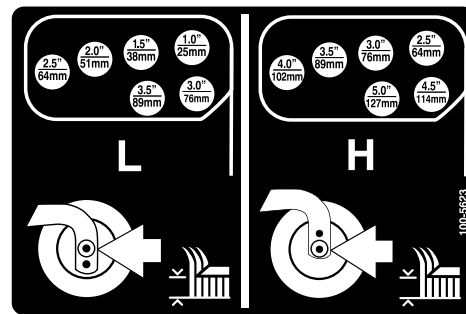
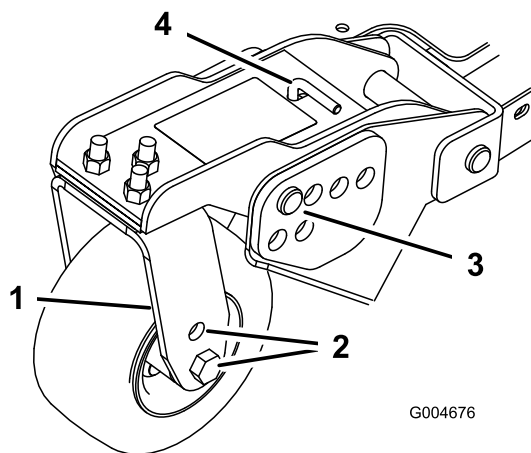

Bild 21
Bild 20
4. Entfernen Sie den Splint und den Lastösenbolzen von den Laufradgelenkarmen (Bild 20).
5. Drehen Sie die Spannstange, um den Gelenkarm anzuheben oder abzusenken, bis die Löcher mit den ausgewählten Löchern in der Schnitthöhenhalterung im Mähwerkrahmen ausgerichtet sind (Bild 20 und Bild 21).